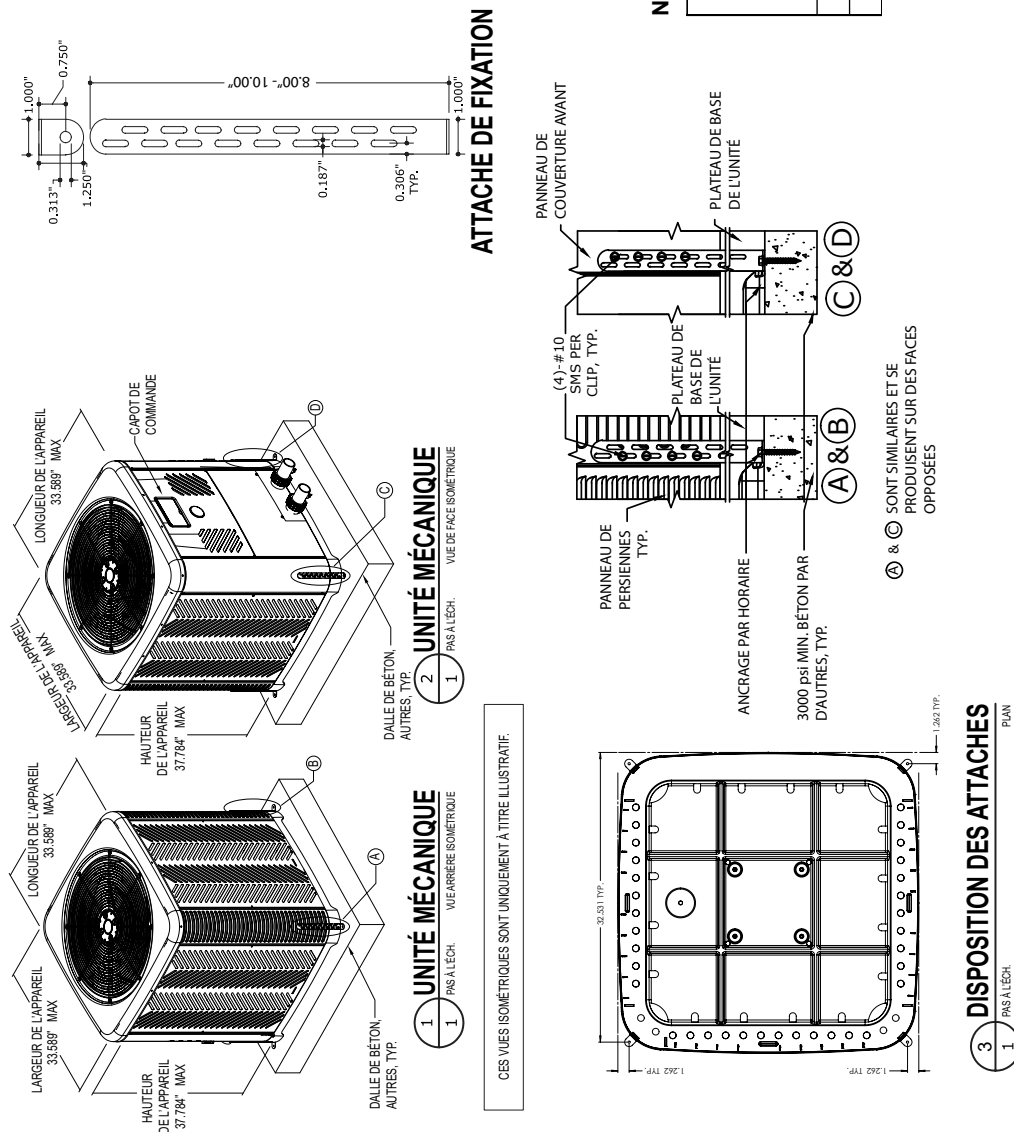

Figure 5. Arrimage des sangles anti-ouragans – modèles: TWPH 4550, 5550, 6550, 6550EHC, 8550 et 8550EHC
• Montez l'appareil sur une base solide et de niveau, de préférence une dalle de béton. La base doit avoir une taille minimale de 90 cm x 90 cm (3 pi par 3 pi) ou légèrement supérieure si vous comptez l'arrimer avec les sangles anti-ouragan. Consultez la Figure 5 pour plus de détails.
- Dans le cas d'une installation dans un lieu venteux, consultez la **Figure 5**, selon la puissance du modèle.